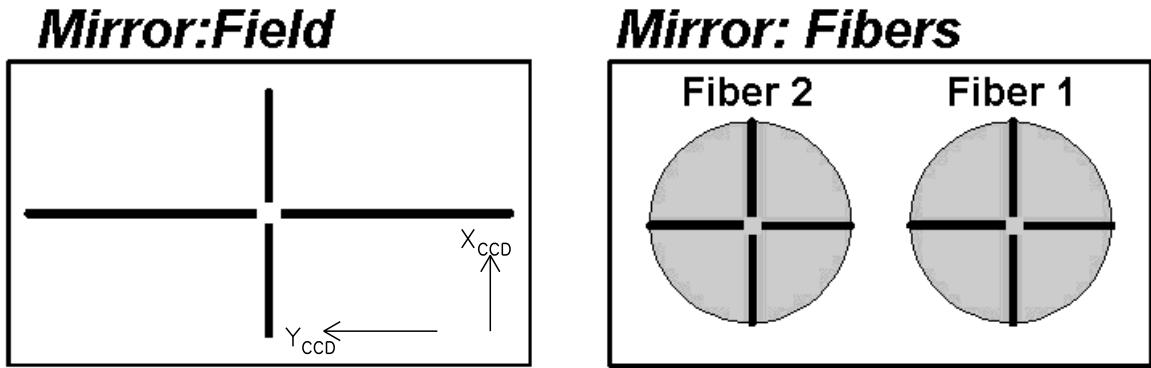

Рис. 4: Вид креста нитей при различных положениях диагонального зеркала.
Плоское диагональное зеркало, обозначенное как (3) на рис. 2 и как (2) на рис. 3, имеет два фиксированных положения: **Fibers** и **Field**. В положении **Fibers** зеркало перебрасывает изображения со жгутов световодов на телевизионный подсмотр. Этот режим используется при экспозиции объектов. В положении **Field** зеркало перекрывает центральный пучок света от телескопа и перебрасывает на подсмотр изображение центра поля зрения прибора. Размер поля на подсмотре $3' \times 2'$. Этот режим используется при грубом наведении телескопа на объект. Кроме того, при таком положении зеркала в спектрограф перебрасывается свет от калибровочных ламп. На рис. 4 схематично показаны изображения, наблюдаемые на подсмотре при двух положениях зеркала. На центр поля зрения и на центры жгутов световолокон проецируются изображения крестов с регулируемой подсветкой.